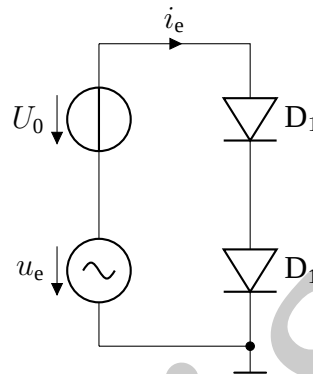

Abbildung 5
- c) Die Schaltung aus Abb. 4a, weiterhin bestehend aus idealen Dioden, wird mit einer Wechselspannungsquelle erweitert. Die Wechselspannung beträgt $u_e(t) = 1 \text{ mV} \cdot \sin(\omega_C t + 25^\circ)$ mit $\omega_C = 3 \times 10^9 \frac{\text{rad}}{\text{s}}$, siehe Abb. 5. Berechnen Sie den zeitlichen Verlauf des Wechselstroms $i_e(t)$ für den Arbeitspunkt bei $U_0 = 1,7 \text{ V}$. Die Temperaturspannung beträgt $U_T = 26 \text{ mV}$ und für den Sperrstrom gilt $I_S = 0,1 \text{ fA}$.